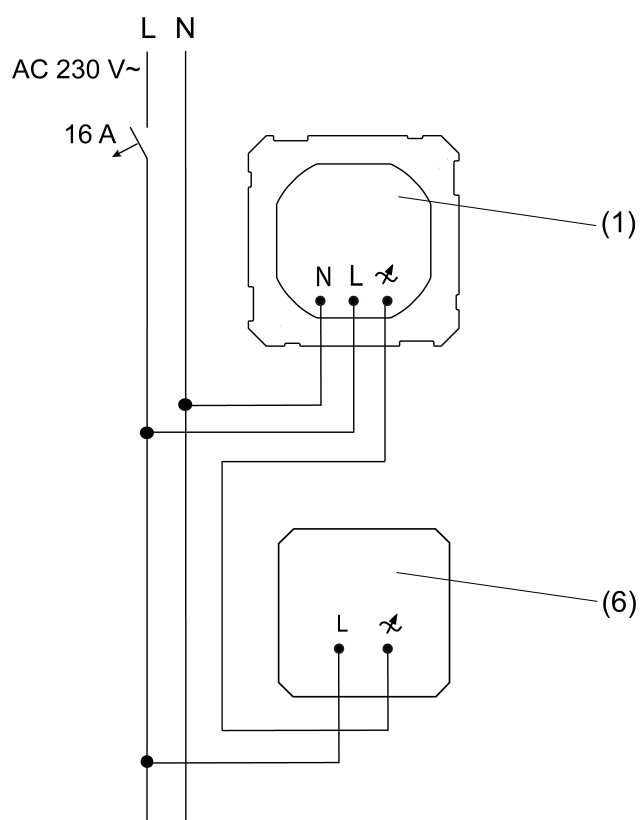
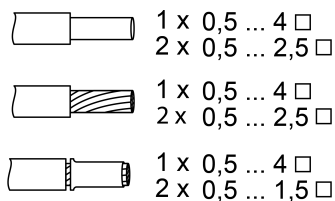

Bild 2: För dimbar ljuspåsets: anslutningsplan för LED-dimmer 2-trådars (6)
Bild 5: Klämbär ledningsarea
-  Observera det klämbara ledartvårsnittet (Bild 5).
- Plug & Light-infällningssats (1) för dimbar ljuspåsat ansluts enligt följande anslutnings-scheman:
- LED-dimmer med 2-ledningsanslutning (6) (Bild 2)